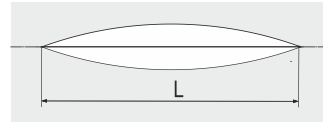

Рис. 1. Форма отпечатка.
- 5.3 Форма отпечатка, оставляемая индентором твердомера, приведена на Рис. 1.